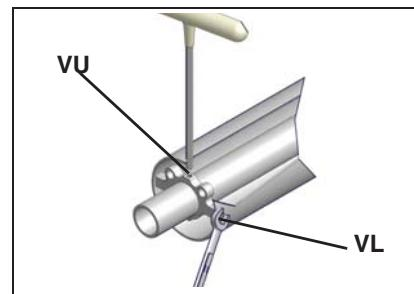

Рис. 29
**ВНИМАНИЕ:** для того, чтобы отрегулировать положение форсунки относительно воздушной трубы (Рис. 29), воздействовать на винт VU, после закрепления винта VL (Рис.)